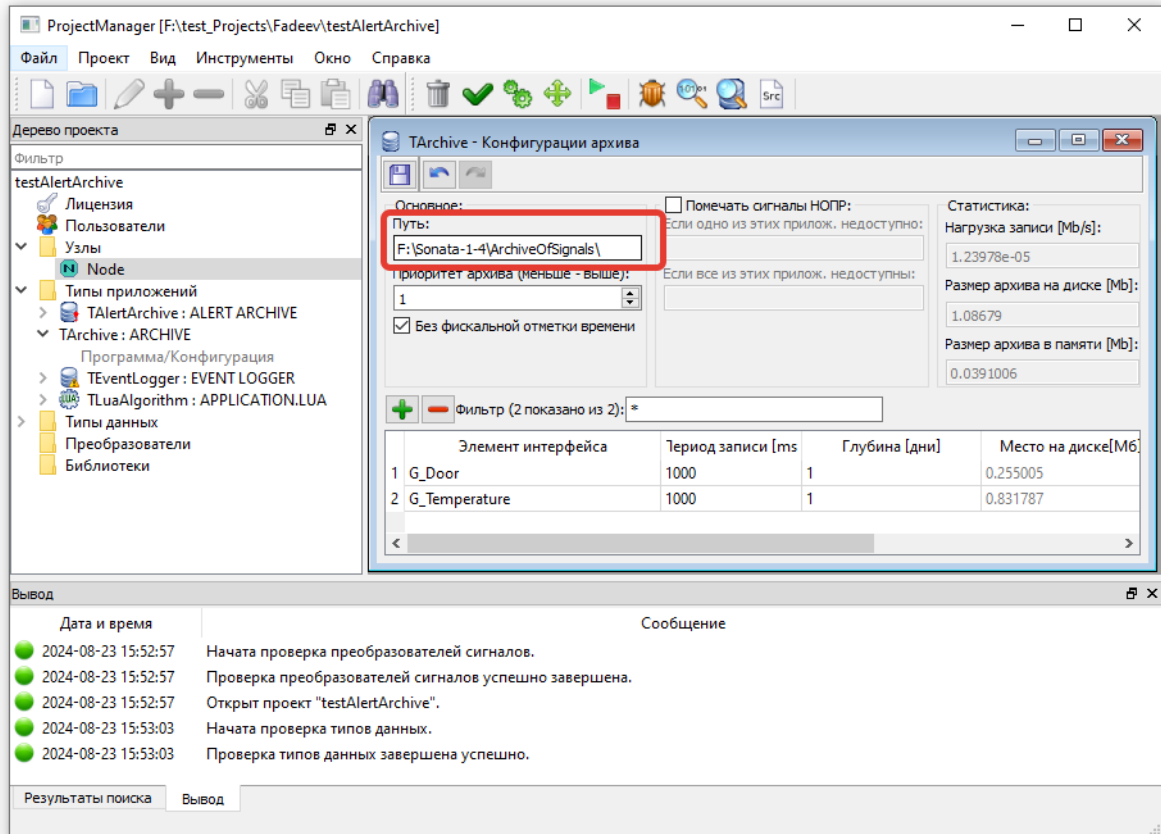

Рисунок 3.149 - Настройки приложения Архив сигналов для возможности работать с приложением Аварийный архив
3) В настройках приложения Архив сигналов в поле Путь нужно указать директорию, которая является ссылкой на основную директорию (см. рис. 3.149).